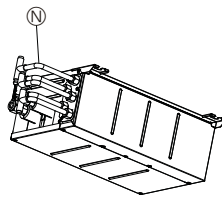

Fig. 8-7
► Para dividir los cableados de cada bloque de terminales en dos derivaciones fuera de la caja de derivación, utilice los conductos de cableado de dos derivaciones (M). (Fig. 8-7)